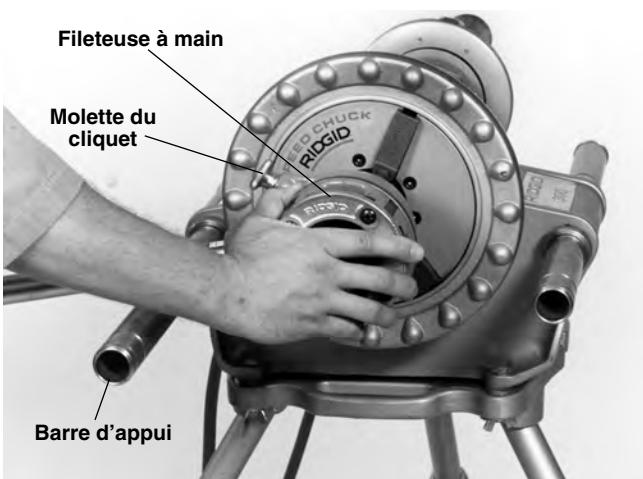

Figure 7 – Enfilage de la fileteuse à main sur le tuyau afin d'engager les filières
- Reposez le bras du cliquet de la fileteuse à main sur la barre d'appui côté gauche (en regardant de face le système d'entraînement – *Figure 7*).
8. Poussez la tête de filière contre le tuyau avec la paume de votre main droite jusqu'à ce que les filières engagent le tuyau. Une fois engagés, les filières monteront d'elles-mêmes sur le tuyau pour effectuer le filetage (*Figure 7*).